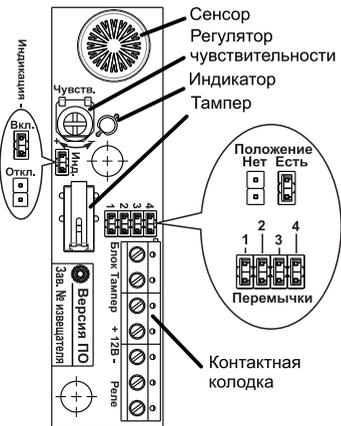

Рисунок 3 – Печатная плата извещателя
**Выключение/отключение индикатора** - переключка "Инд." (рис.3). При включении (тестировании) извещателя положение данной переключки значения не имеет. В замкнутом положении ("Есть") - индикатор включён. В разомкнутом положении ("Нет") - индикатор выключен.
(рис.3 - Перемычки)
С помощью регулятора чувствительности (потенциометра) на печатной плате извещателя (рис.3) настраивается чувствительность к силе воздействия.